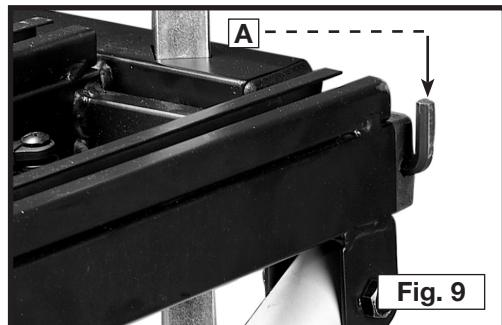

Fig. 9
2. Alignez les trous et installez deux vis à tête ronde M8 x 15 mm avec des rondelles d'appui courbées (C).
**REMARQUE :** la clé hexagonale qui vous a été fournie a été placée sur le dispositif de rangement pour les clés situé dans le coin de la plateforme de support, directement au-dessus d'une des roues (veuillez vous reporter à la figure 9).
La clé hexagonale qui vous a été fournie (élément A de la figure 9) a été placée sur le dispositif de rangement pour les clés situé dans le coin de la plateforme de support, directement au-dessus d'une des roues.